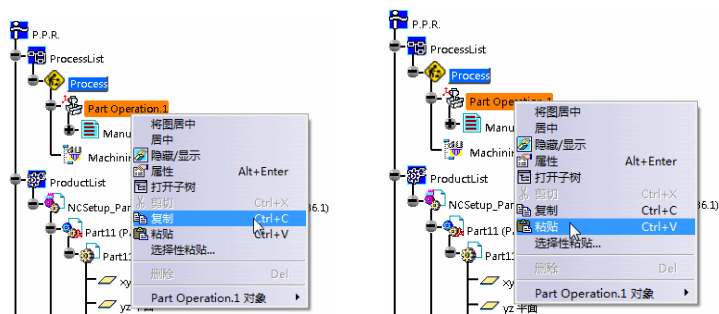

图 7-41 复制和粘贴操作（1）
1) 复制和粘贴操作（1）。在特征树上选中“Part Operation.1”节点，单击鼠标右键在弹出的快捷菜单中选择“复制”命令；然后选中“Part Operation.1”节点，单击鼠标右键在弹出的快捷菜单中选择“粘贴”命令，如图 7-41 所示。